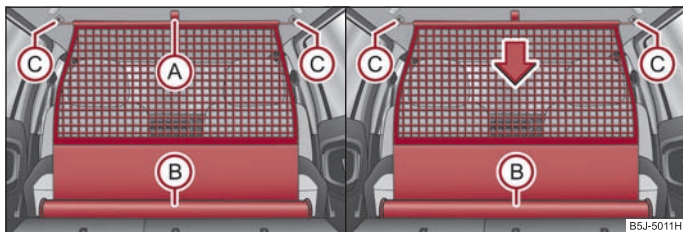

Fig. 66 Extraire / enrouler le filet de séparation
- Sortez le filet de séparation du boîtier (B) en le tirant au niveau de la bride (A) ⇒ fig. 66.
- Mettez la tige transversale dans la fixation (C) d'abord sur un côté.
- Tirez la tige transversale un peu vers l'arrière d'abord sur un côté puis sur l'autre et enlever la tige transversale des supports (C) ⇒ fig. 66.
- **Maintenez** la tige transversale de sorte que le filet de séparation s'enroule lentement dans le boîtier (B) sans s'abîmer.